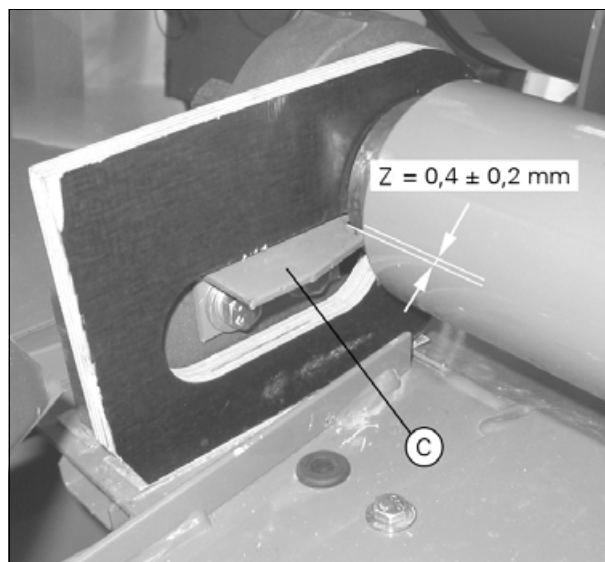

Рис. 24.
8. Отрегулируйте скребки (С), так чтобы расстояние (Z) от ролика составляло $0,4 \pm 0,2$ mm (рис. 24).